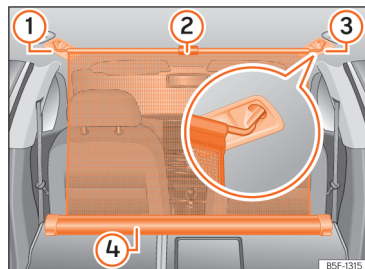

Fig. 187 Al maleter: xarxa de separació enganxada amb els respallers del seient posterior abatuts.
- Estireu la llengüeta >>> **fig. 187** ② cap amunt per treure la xarxa de la carcassa ④.
- Subjecteu la xarxa de separació al costat dret o esquerre >>> **fig. 187** ③ (imatge ampliada).
- Subjecteu la xarxa de separació a l'allotjament de l'altre costat >>> **fig. 187** ① estirant la barra.
La xarxa de separació està ben muntada quan els extrems en forma de T estan enganxats fermament als allotjaments corresponents >>> **fig. 187** ③ i ①.
- Enrotlleu la xarxa a la carcassa >>> **fig. 187** ④ abaixant-la amb la mà.